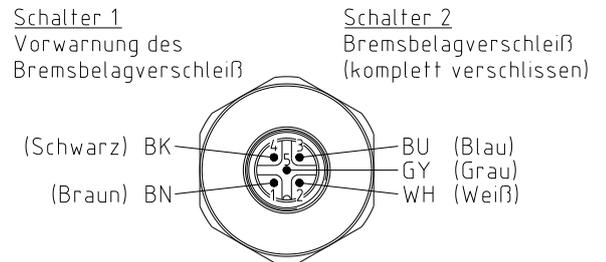

Bild 27: Anschlussbelegung der Steckverbindung
- Stellen Sie die elektrische Verbindung gemäß der Steckverbindung her (siehe Bild 27).